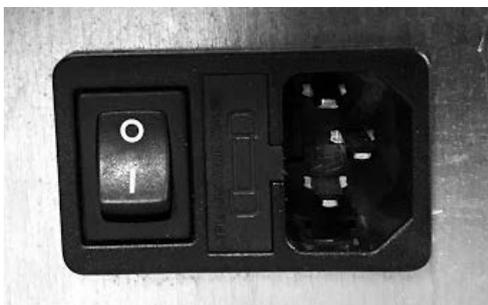

Fig. 80 - Prise électrique avec interrupteur général
- Brancher le câble d'alimentation avant sur le dos du poêle (voir **Fig. 80**), puis à une prise murale.
- L'interrupteur général O/I (voir **Fig. 80**) ne doit être activé que pour allumer le poêle ; si ce n'est pas le cas, il est conseillé de le tenir éteint.